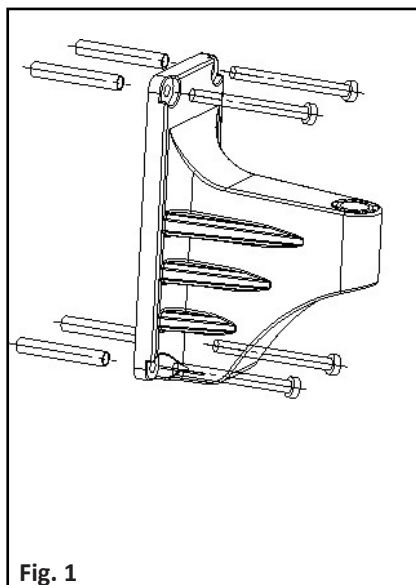

Fig. 1
4. Fissare la staffa con quattro viti autofilettanti (Fig. 1).